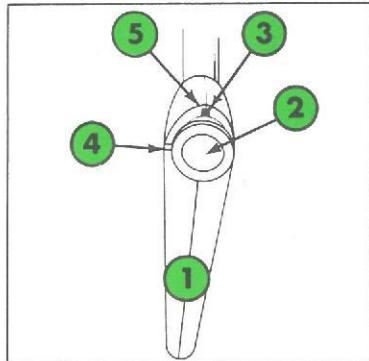

Fig. 14 – Parkeringsbremse (fri position)
**Håndbremse (fig. 14 og 15)**
**Sikkerhedspal (fig. 14 og 15)**